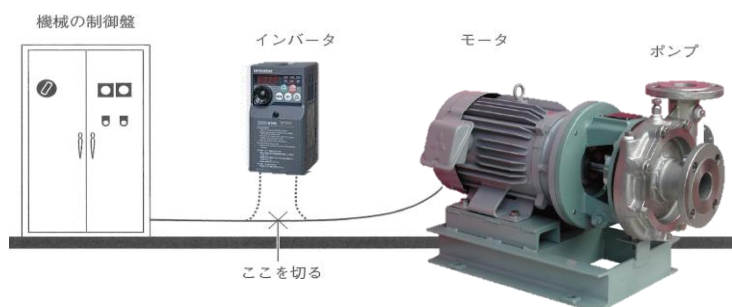

図2 インバータの取付け 3)
インバータは図2のようにモータのすぐ前に接続します。
図2に示すとおり、流量をBからAにすると、消費電力はbからaに、若干、下がります。重要なことは、aにはバルブによる消費電力の増加分、すなわち、バルブの抵抗により生じたロスによる消費電力を含んでいることです。このロス分は図1における③から②への揚程の増加分hに比例し、バルブの消費電力=電力a × (h / Y) となります。
ポンプを用いた設備では、図1のように、ポンプは配管内での抵抗および吸込みと吐出の高さの差に勝ち、かつ、所定の流量を出す必要があります。その全揚程は、図2に示すように次式のように成り立っています。全揚程 = 実揚程 + 配管損失水頭 + 吐出し速度水頭 ... ①